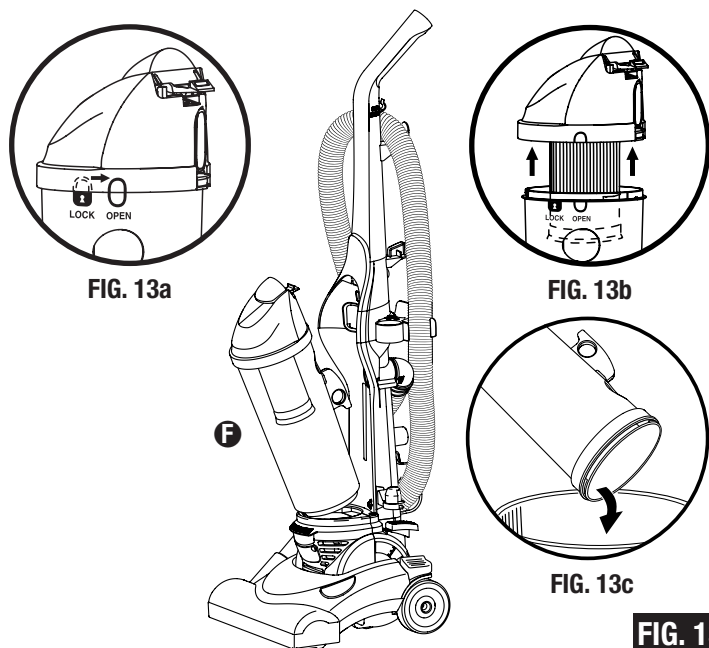

FIG. 13
Step 4: Empty Dust Cup. Lift up the latch and pull out to release the dust cup **F** from the housing. To open, turn dust cup lid counter clockwise (move to OPEN position) (FIG. 13a) then grasp dust cup lid and pull dust cup lid out and away from the cup (FIG. 13b). The filter stays attached to the lid to make it easier to empty any dust or dirt from the cup into the trash without touching the filter (FIG.13c). Just hold the lid and tap the filter on the edge of the trash can to clean. After cleaning the filter, place the lid back on the cup, rotating it clockwise until it points to the LOCK symbol (FIG. 13).
Étape 4 : Videz le godet à poussière. Tirez le verrou vers le haut et tirez vers l'extérieur pour dégager le godet à poussière **F** du boîtier. Pour ouvrir, tournez le couvercle du godet à poussière vers la gauche (en position « OPEN ») (FIG. 13a), puis prenez le couvercle du godet à poussière et enlevez-le en tirant (FIG. 13b). Le filtre reste attaché au couvercle, ce qui permet d'éliminer la poussière et les saletés du contenant sans avoir à toucher au filtre (FIG. 13c). Tenez simplement le couvercle et tapez le filtre contre le bord de la poubelle pour le vider. Après avoir vidé le filtre, remplacez le couvercle sur le contenant, puis le tournez dans le sens horaire jusqu'à ce qu'il soit aligné à la position « LOCK ». (FIG. 13)
Paso 4: Vacíe el depósito para el polvo. Tire del gancho hacia arriba y hacia afuera para liberar el depósito para el polvo **F** del alojamiento. Para abrirlo, gire la tapa hacia la izquierda a la posición "OPEN" (desbloqueado) (FIG. 13a), sosténgala y tire de ella hacia fuera (FIG. 13b). El filtro permanece adherido a la tapa para facilitar el vaciado del polvo o sucio del depósito en la basura sin necesidad de tocar el filtro (FIG. 13c). Simplemente sostenga la tapa y golpee el filtro en el borde del contenedor de basura para limpiarlo. Después de limpiar el filtro, coloque la tapa de nuevo sobre el depósito para el polvo y gírelo a la derecha hasta quedar en la posición "LOCK" (bloqueado) (FIG. 13).